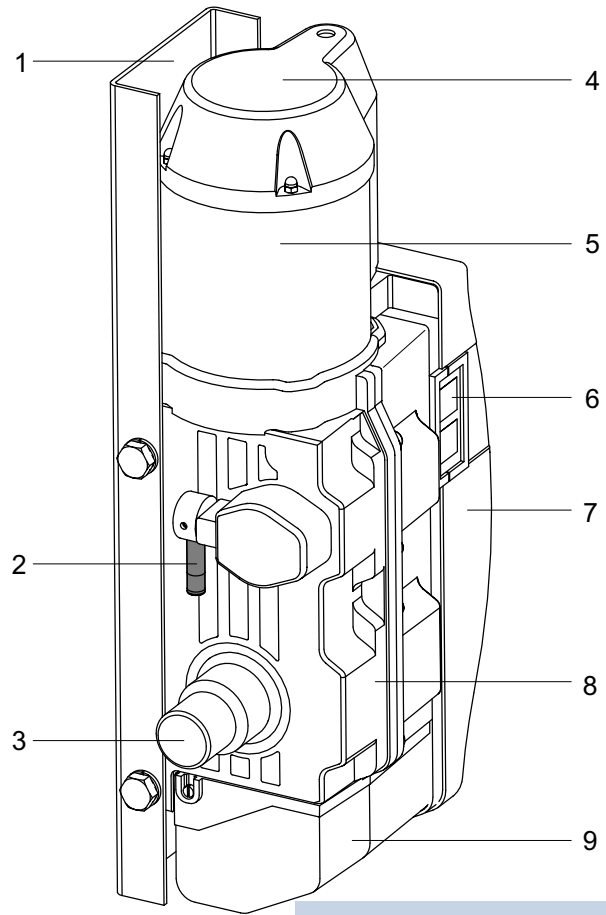

Fig. 1
## COMPONENTES ACCIONADOR (Fig. 1)
En caso de fallo del suministro eléctrico, puede accionarse la puerta manualmente gracias a un sistema muy simple de desbloqueo mecánico [Fig. 1(2)].
- 5) Antes de proseguir con el montaje, desbloquearemos el accionador mediante el desbloqueo manual [Fig. 1(2)] para comprobar manualmente que los brazos de transmisión giran libremente.
Antes de acoplar el brazo con la salida estriada del motor, coloquen la tapa protectora de instalación y levallas [Fig. 1(7)].